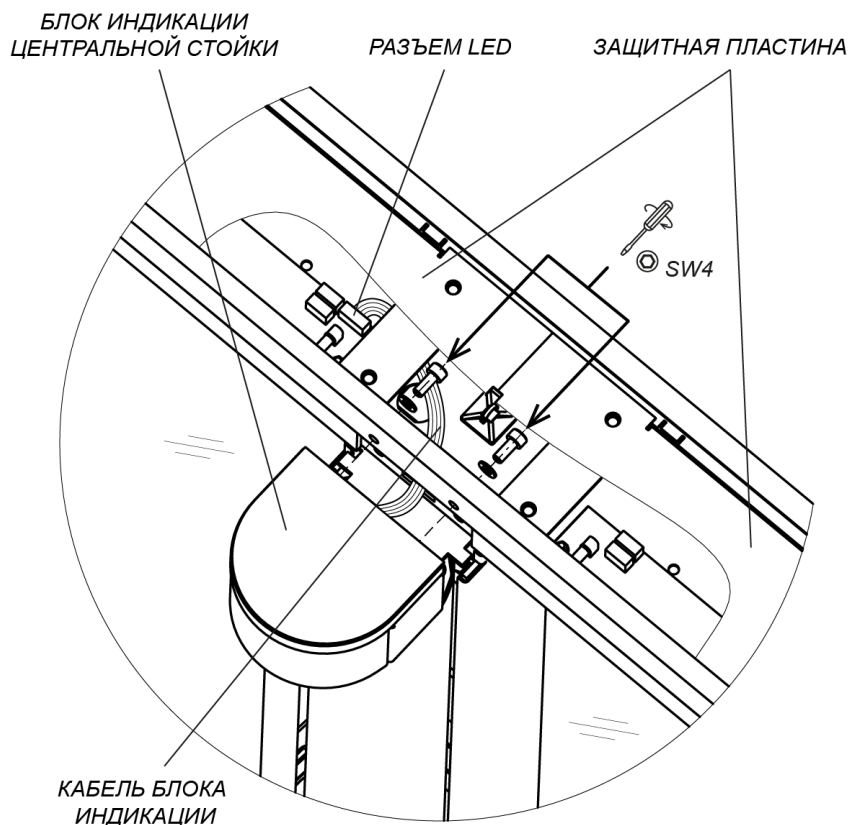

Рисунок 23. Монтаж блока индикации центральной стойки
Для установки блока индикации центральной стойки (3) (см. рис. 23):
3. Установите блок индикации на площадку, расположенную над поворотной опорой створки, и при помощи шестигранного ключа SW4 зафиксируйте его на верхнем коробе стойки (12), используя два винта M5×16 с шайбами из комплекта поставки.
Снятие блока индикации центральной стойки производится в обратном порядке. Перед этим необходимо демонтировать с секции турникета верхнюю крышку секции (10) (см. разд. 8.9.6, рис. 23, 24, 25).